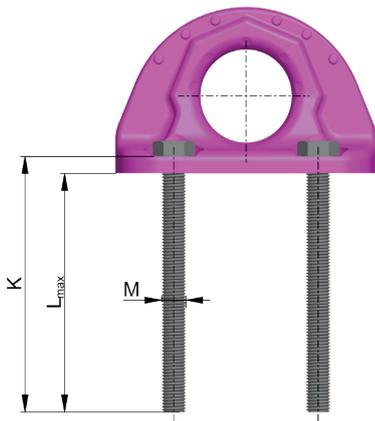

Рис. 4: Длина болта В-АВА
- Такелажные точки RUD В-АВА должны монтироваться с болтами ICE из комплекта поставки! Стандартные болты ICE и болты Vario-ICE (ICE-Bolt) можно заказать при необходимости дополнительно (см. Таблица 5, Таблица 6, Рис. 4).